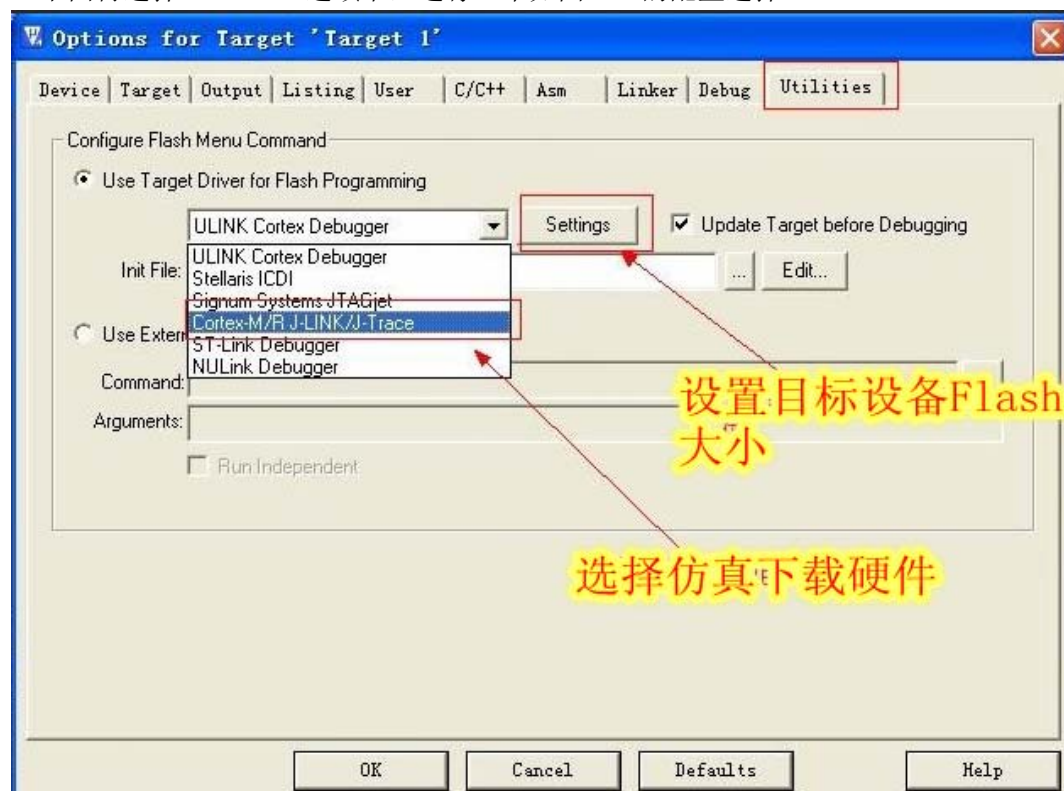

图 4-90 配置 Utilities 选项卡
4. 下面再选择Utilities选项卡，进行一个如图4-90的配置选择